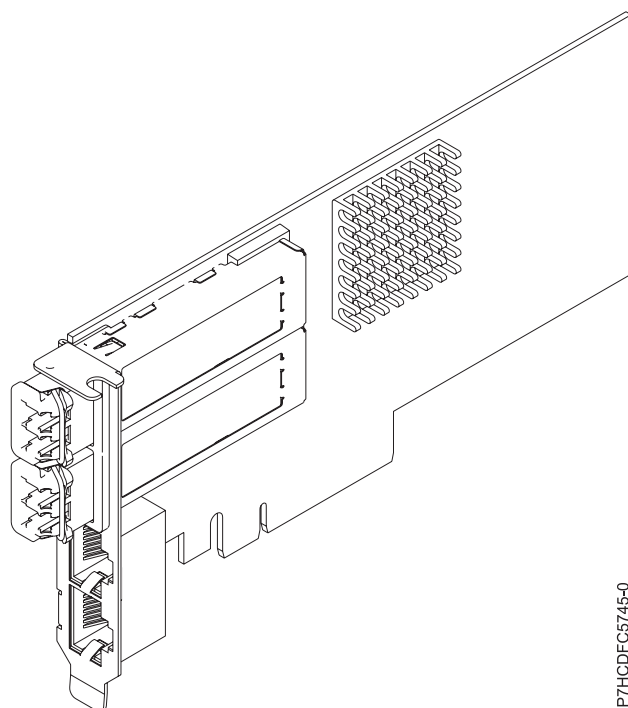

Figura 75. Adaptador EN0K
tipo pequeño (LC). Cada puerto FCoE proporciona conectividad Ethernet con una velocidad de datos nominal de 10 Gbps (gigabits por segundo). Cada uno de los puertos de 1 Gb proporciona conectividad Ethernet a una velocidad de datos de 1 Gbps y está conectado con cables Ethernet. Una velocidad de datos de 10 Mb no está soportada. La Figura 75 muestra el adaptador EN0K.